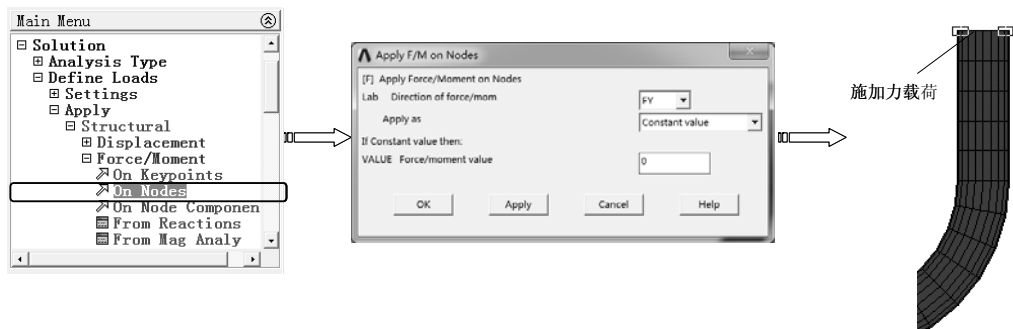

图 7-195 在节点上施加力载荷
4) 选择“Main Menu>Solution>Define Loads>Apply>Structural>Force/Moment>On Nodes”命令,弹出实体选取对话框,框选 Box 短端面上的所有节点(共计 40 个),单击“OK”按钮,弹出“Apply F/M on Nodes”对话框,在“Direction of force/mom”下拉列表中选择载荷方向“FY”,在“Real part of force/mom”文本框中输入载荷数值 0,单击“OK”按钮施加力载荷,如图 7-195 所示。